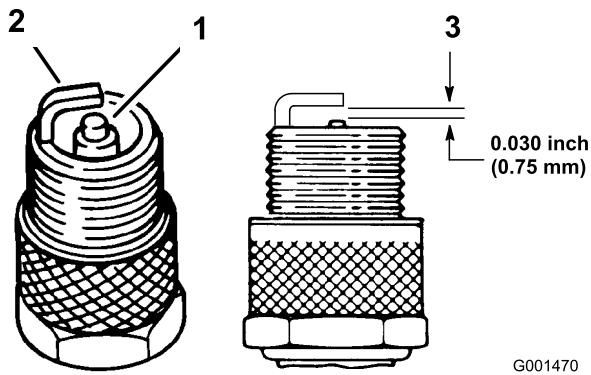

Bild 40
1. Sehen Sie sich die Mitte der Zündkerze an (Bild 40). Wenn der Kerzenstein hellbraun oder grau ist, ist der Motor richtig eingestellt. Eine schwarze Schicht am Kerzenstein weist normalerweise auf einen schmutzigen Luftfilter hin.
3. Prüfen Sie den Abstand zwischen den mittleren und seitlichen Elektroden (Bild 40). Verbiegen Sie die seitliche Elektrode (Bild 40), wenn der Abstand nicht stimmt.
3. Schließen Sie den Zündkerzenstecker wieder an die Zündkerze an (Bild 40).